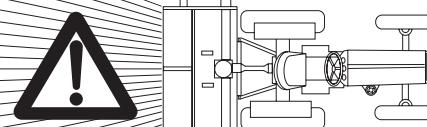

Fig. 29
La velocità del trattore con la macchina in lavoro non deve superare i 8 Km/ora al fine di evitare rotture o danneggiamenti (Fig. 29).
*In order to prevent breakages or damage, the speed of the tractor must never exceed 8 Km/hour when the implement is working (Fig. 29).*
La vitesse du tracteur pendant que l'outil travaille la terre ne doit pas dépasser 8 km/h pour éviter toute sorte de dégâts ou de ruptures (Fig. 29).
*Die Fahrgeschwindigkeit des Schleppers mit arbeitendem Maschine darf nicht über 8 km/h liegen, um Schäden und Bruch zu vermeiden (Abb. 29).*
Las velocidades del tractor con el equipo trabajando no deben superar los 8 km/hora para evitar roturas o daños (Fig. 29).